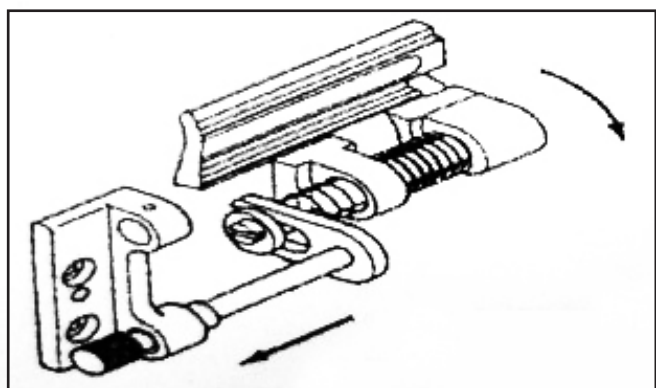

Figura 10
- Para passar o fio nos loopers, primeiramente, puxe o pino como indicado na figura 10 e o suporte do looper virá para frente para facilitar a passagem da linha nos loopers(Fig 10)